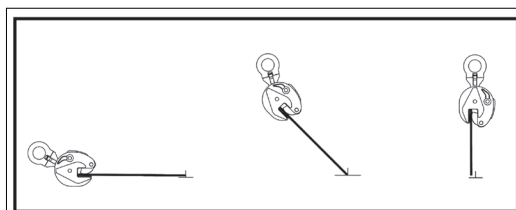
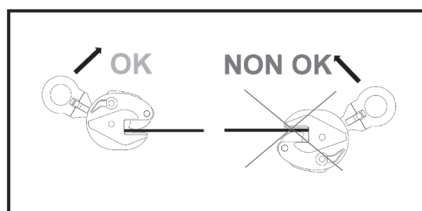

Fig. 7
Fig. 8
L'articolazione della pinza consente di ruotare e / o ribaltare una lamiera senza distacco da terra e senza superare la verticale (fig. 7); anche in questo caso è necessario afferrare il carico in maniera corretta e sicura (fig.8).
**ATTENZIONE:** con riferimento al carico di lavoro minimo, considerare che nell'operazione di rotazione/ribaltamento di 180° di una lamiera, finché un'estremità del carico è a terra, mentre il carico viene ruotato da orizzontale a verticale, la pinza supporterà solo una parte del carico del carico (fig.7)